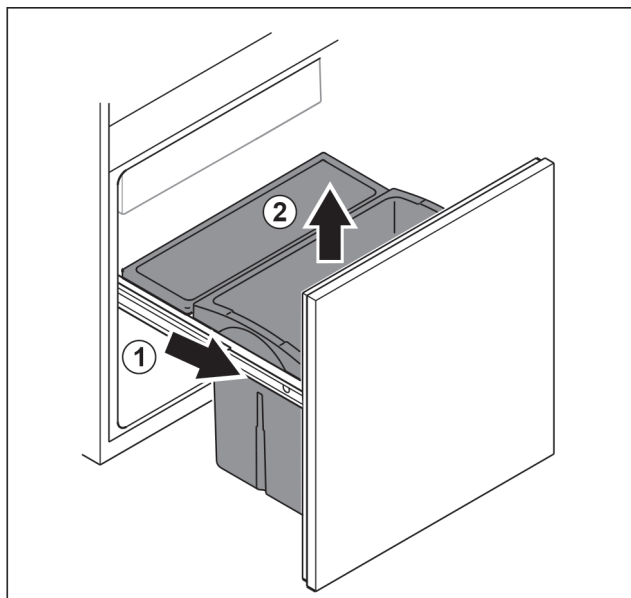

Fig. 80
- ▶ Витягніть витяжний візок до упору. Fig. 80 (1)
- ▶ Вийняти висувний ящик рухом вгору. Fig. 80 (2)